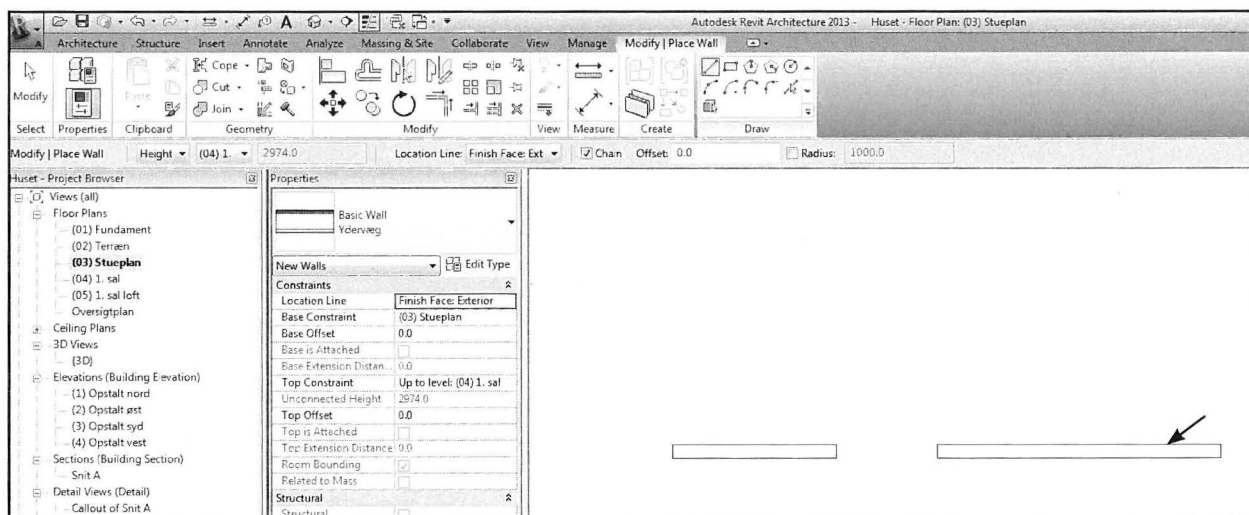

Fig. 17.01. Optegn 2 parallelle vægge som på billedet her, så vi kan afprøve de forskellige muligheder med *Curtain Walls*.
Vi skal prøve at optegne *Curtain Walls* på lidt forskellige måder. Begynd derfor med at tegne to vægge der er parallelle men med en lille afstand, som vist på Fig. 17.01. Tegn blot ved siden af huset, eller åbn et nyt projekt.
- Tegn to parallelle vægge som på Fig. 17.01.